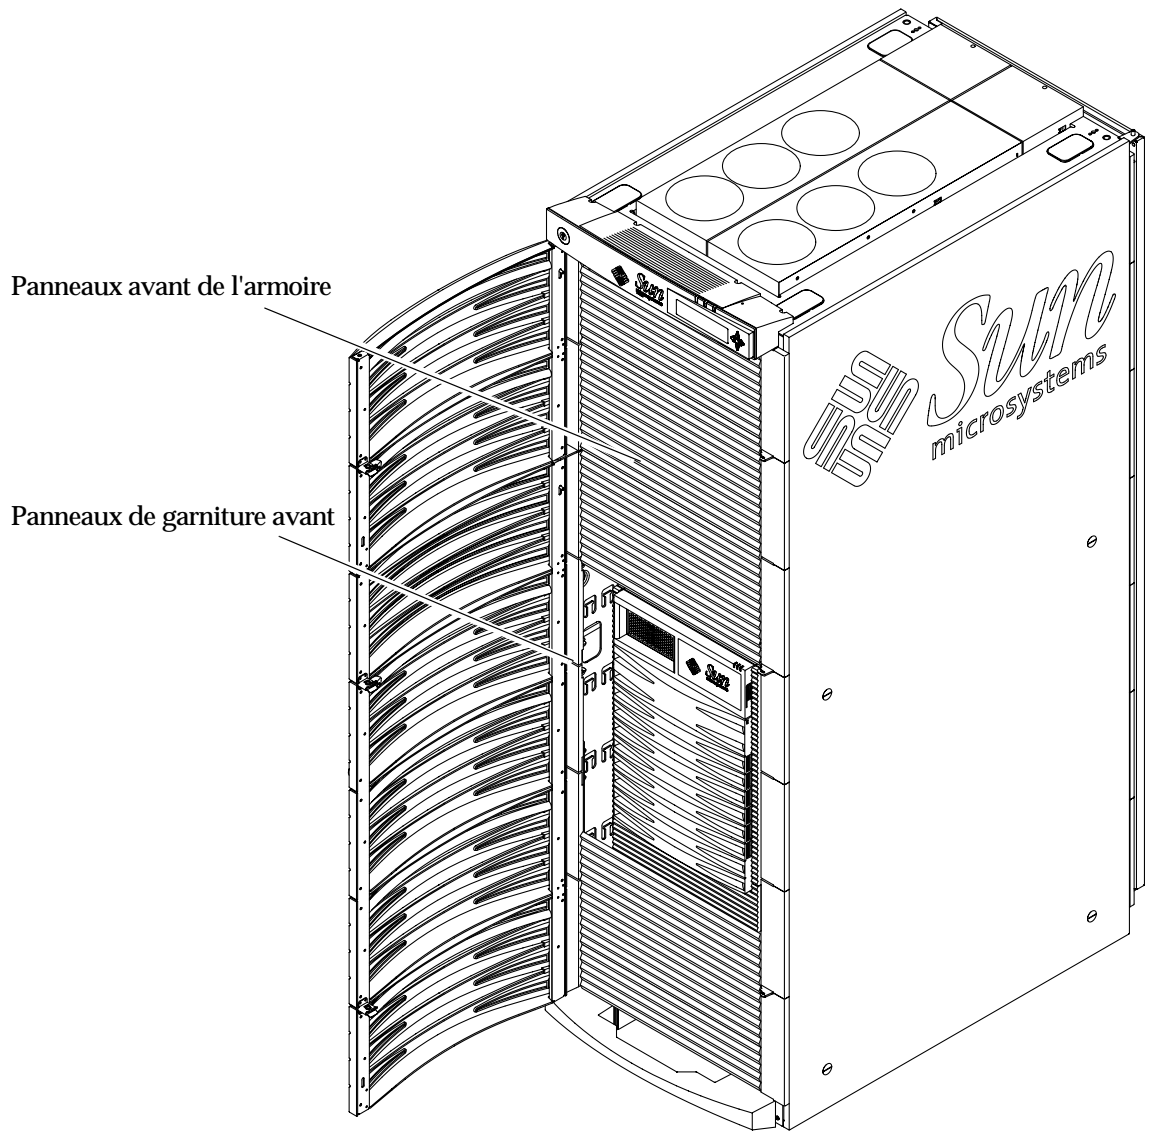

FIGURE 3-4 Emplacements des panneaux avant de l'armoire
2. Fixez les autres panneaux en serrant les vis à l'avant de chaque panneau, à droite et à gauche (FIGURE 3-4).